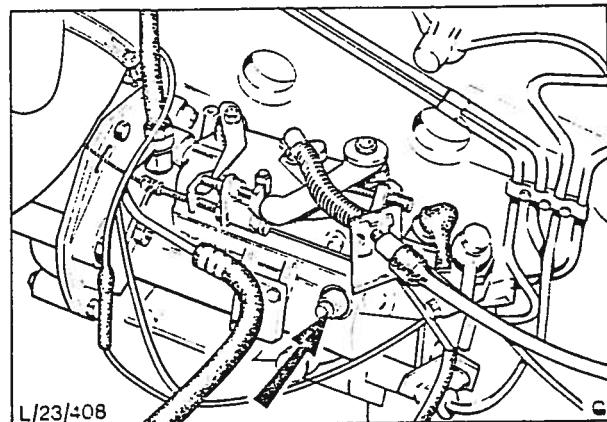

Fig. 25 Innsprøytningspumpens utlufningsbolt.
5. Luft innsprøytningspumpen ved å løsne utlufningsbolten plassert bak på pumpen, fig. 25.